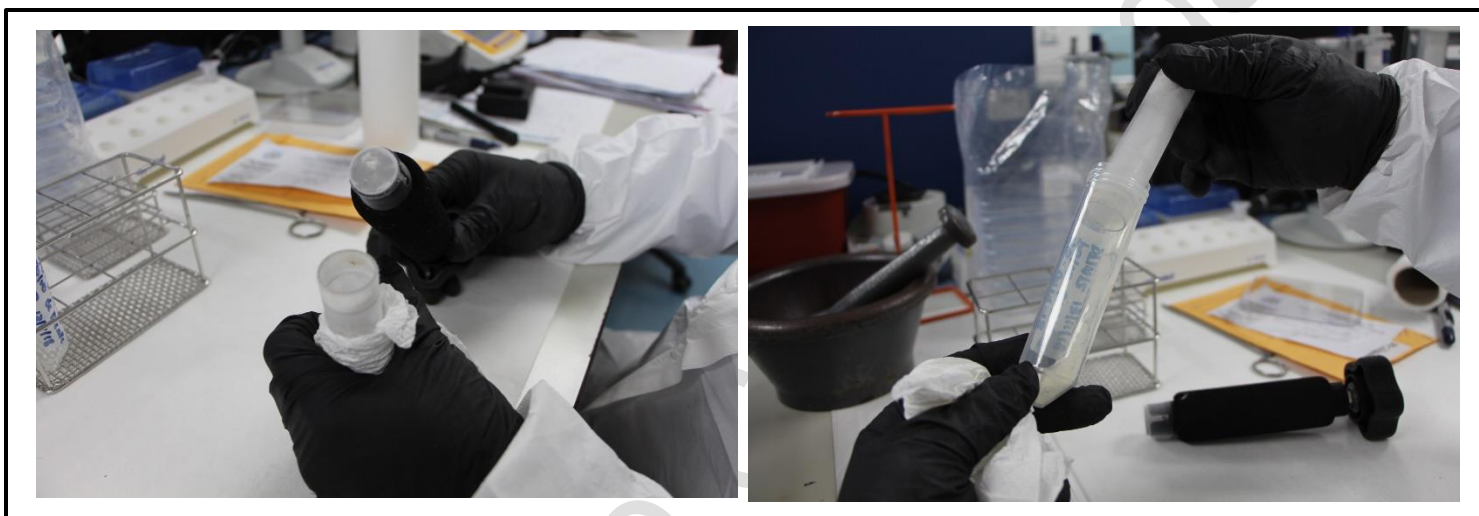

Imagen No. 6
9.4.8. El polvo que se obtiene es transferido a un reservorio limpio y nuevo (debidamente rotulado con la identificación de la muestra, las iniciales del Perito y fecha en la que se transfiere la muestra a este reservorio) con la capacidad para almacenar la cantidad de polvo obtenida (Imagen No. 6). Sellar el nuevo reservorio con papel "parafilm" (si no se va a utilizar esta muestra de inmediato, debe almacenarse a -20°C aproximadamente).